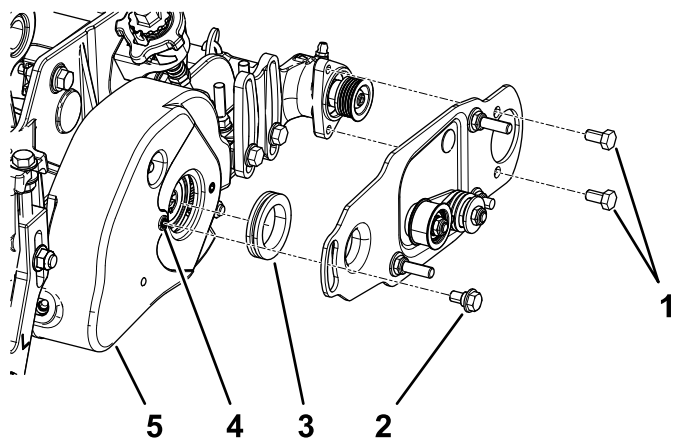

Bild 8
2. Montieren Sie die linke oder rechte Schwenkplatte der Rollenbürste (Bild 8).
Hinweis: Stellen Sie sicher, dass die Spannscheibe unten befestigt ist, wie in Bild 8 abgebildet.
3. Schmieren Sie die zwei Schrauben (5/16" x 1/2") mit 242-Loctite (blau) ein und montieren Sie die Bürstenplatte am Lagergehäuse der Rollenbürste mit diesen Schrauben (**Bild 8**).
4. Entfernen Sie Lack mit einem 5/16-18-Bohrer vom Gewinde im Rollenbürstengehäuse, bevor Sie die Ansatzschraube einschrauben (**Bild 8**).
5. Schmieren Sie die Ansatzschraube mit 242-Loctite (blau) ein (**Bild 8**). Befestigen Sie die Bürstenplatte mit der Ansatzschraube am Rollenbürstengehäuse (**Bild 8**).